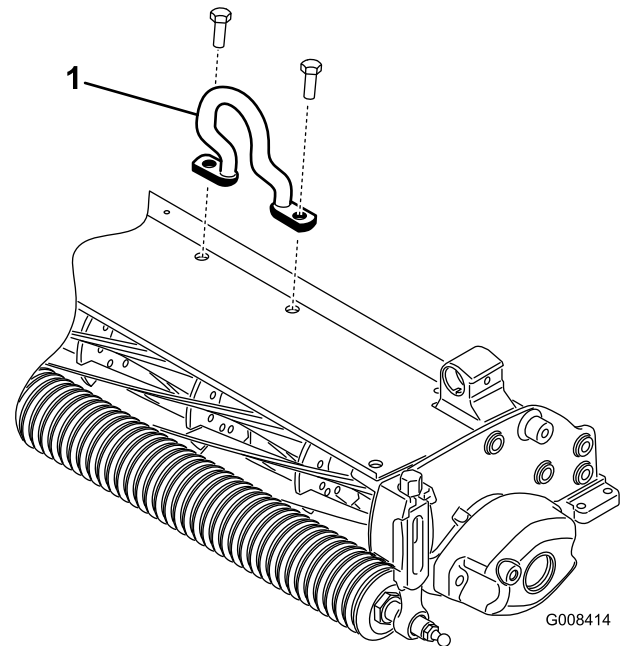

Bild 12
2. Befestigen Sie den Versatzhubhaken (Bild 12) mit zwei Schrauben (M10–1,5) oben am Mähwerk. Ziehen Sie die Schrauben auf 34–41 Nm fest. 34–40 Nm an. Der Haken des Versatzhubhakens sollte noch vorne zeigen.